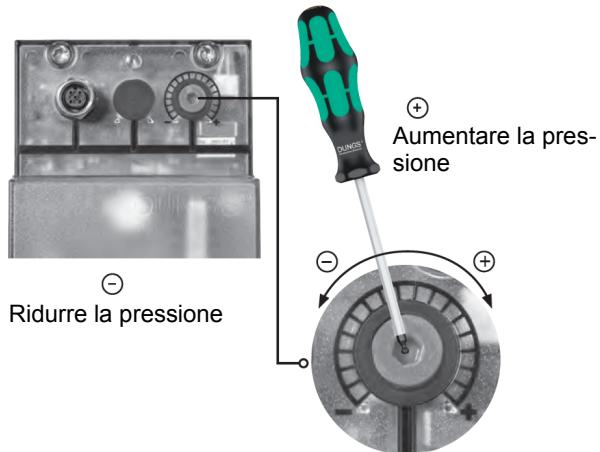

Fig. 7
**ATTENZIONE:** Per impostare la pressione in uscita del regolatore VD-R, agire sull'apposita ghiera di regolazione (Fig. 7)